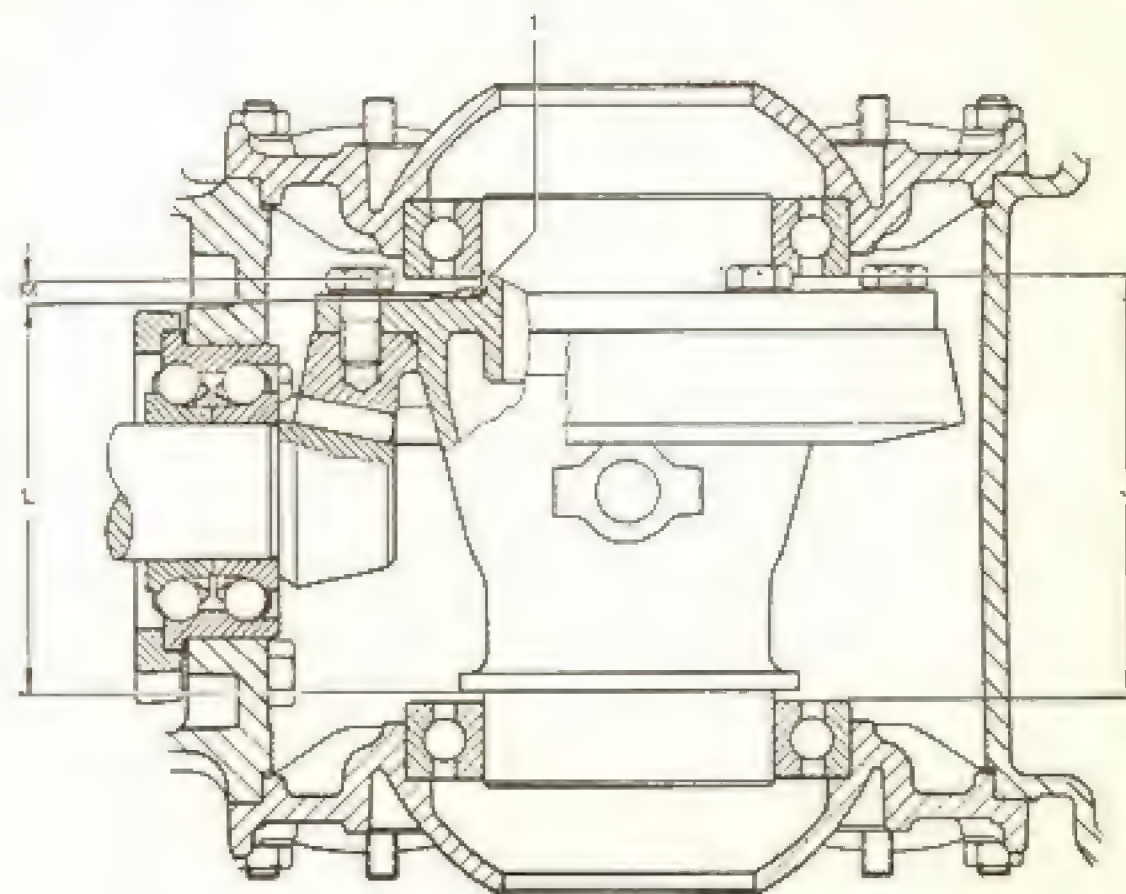

Fig. 12 — Medidas necessárias para o ajuste da coroa.
Para que se possa calcular as espessuras dos anéis de regulagem S1 e S2 são necessárias as medidas designadas na fig. 12-K.
**Modo de se realizar a medição.** — Coloca-se o diferencial montado na carcaça com um anel de 2,8 mm de espessura colocado do lado da coroa, como se vê na fig. 12-K. A coroa deve se engrenar no pinhão sem folga nos dentes.